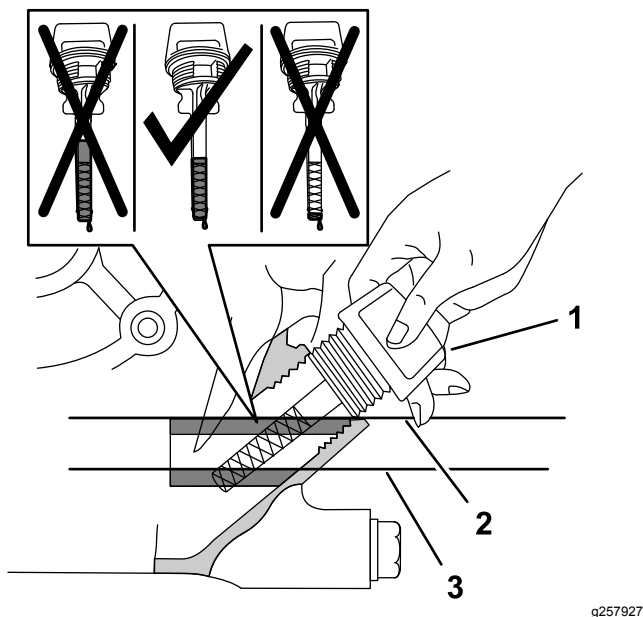

Figure 79
3. Insérez la jauge dans le moteur, comme montré à la Figure 79.
4. Sortez la jauge du goulot de remplissage et vérifiez le niveau de liquide qu'elle indique (Figure 79).
Remarque: Le niveau d'huile moteur doit recouvrir la zone hachurée sur la jauge (Figure 79).